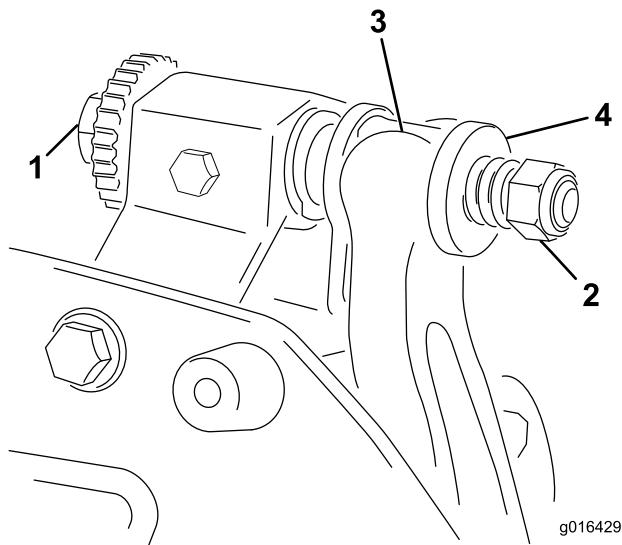

Figure 18
1. Tournez la vis de réglage de la barre d'appui dans le sens anti-horaire pour éloigner la contre-lame du cylindre (Figure 18).
2. Faites sortir l'écrou de tension du ressort jusqu'à ce que la rondelle ne soit plus tendue contre la barre d'appui (Figure 18).